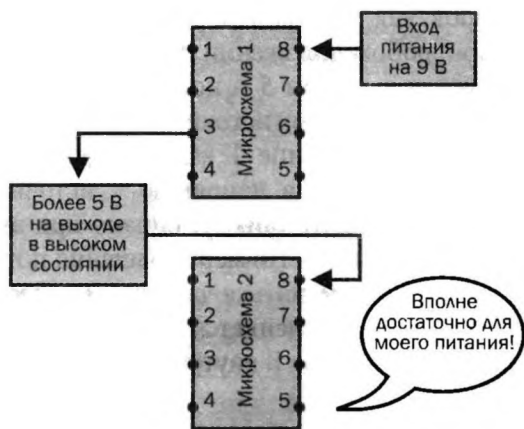

Рис. 4.29. Один таймер питает другой
- Если один из таймеров питается от источника 9 В, то его выходного сигнала будет достаточно для питания другого таймера 555 (рис. 4.29).